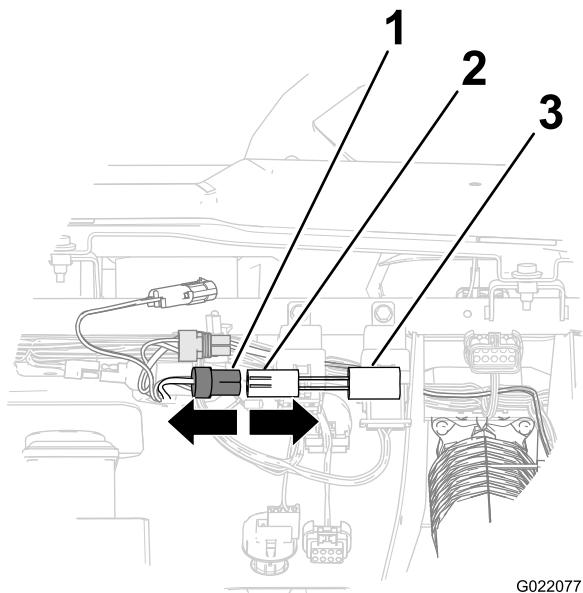

Figura 13
- B. Retire el conector de 2 pines del arnés de la máquina del conector del temporizador de retardo (Figura 13).